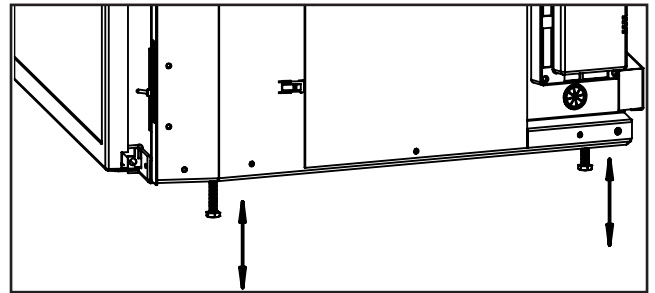

Figure 32: nivellement position des jambes
15. Réglez les pieds de nivellement pour vous assurer que l'unité est de niveau et suffisamment haute pour pouvoir installer une tablette et / ou une colonne montante. Il y a quatre pattes de mise à niveau au bas de l'unité (illustrées à la Figure 32).